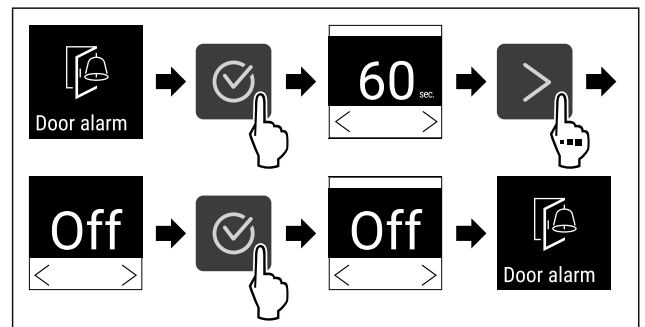

Fig. 106
- ▶ Udfør handlingstrinene (se Fig. 106) .